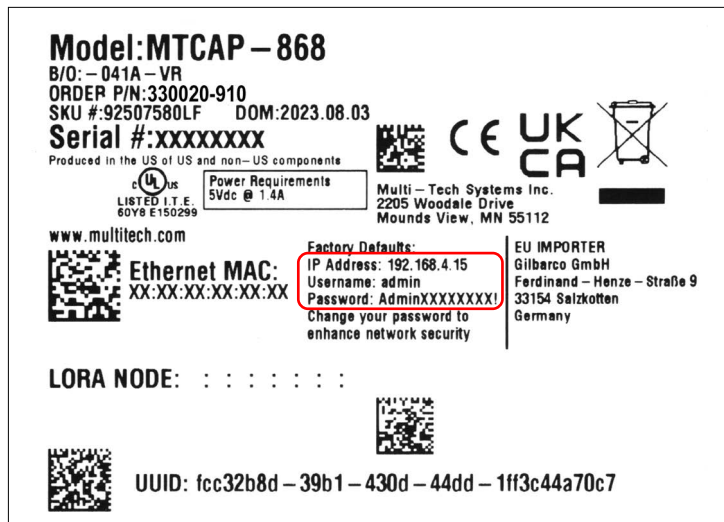

Figura 4. Etiqueta de ejemplo del gateway (dirección IP, nombre usuario y contraseña)
1. Busque la etiqueta en la parte trasera de la unidad y observe la dirección IP predeterminada de fábrica, el nombre de usuario y la contraseña (rodeado en rojo en la etiqueta de ejemplo de la Figura 4). Las X de la contraseña representan el número de serie del gateway. Por ejemplo, si el número de serie del gateway es 12345678, la contraseña predeterminada será **Admin12345678!**.